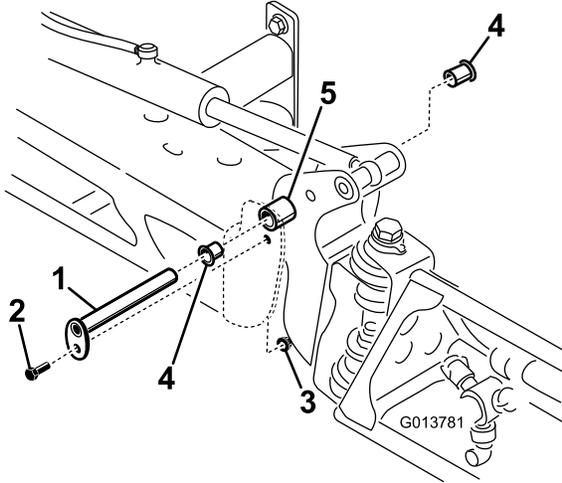

图98
3. 支撑住喷洒臂的重量，然后拆下将枢轴销紧固到喷洒臂组件的螺栓和螺母（图98）。
4. 拆下枢轴销（图98）。
6. 从枢轴支架的前后侧拆下尼龙轴套并进行检查（图98）。
8. 将喷洒臂和枢轴支架组件装回中心机架上，对准开口（图98）。